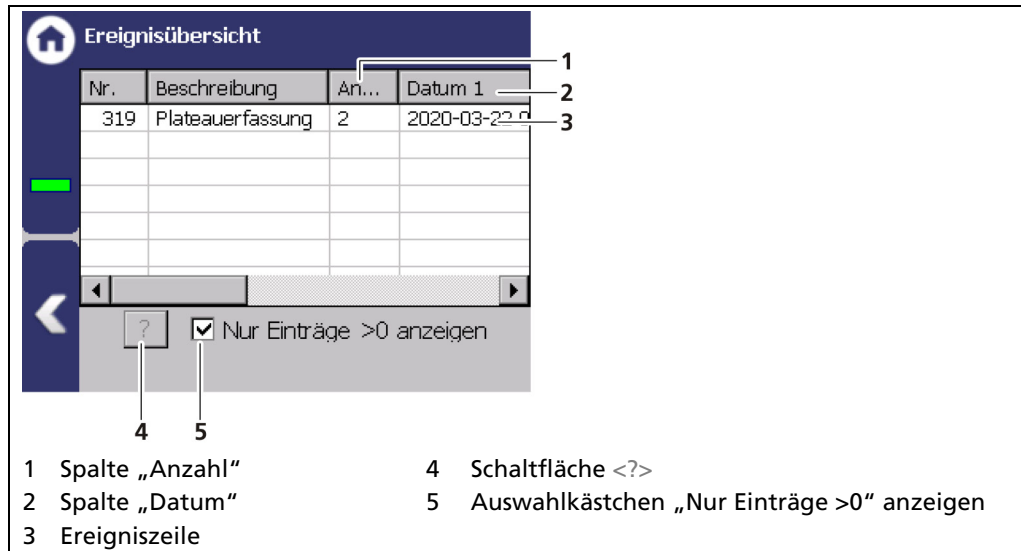

Abb. 59 Ereignisübersicht
1. Klicken Sie eine Zeile in der Liste (Abb. 59, Pos. 3) an.
2. Klicken Sie auf <?> (Abb. 59, Pos. 1)
3. Mit der Schaltfläche <Schließen> (Abb. 59, Pos. 7) schließen Sie die Ereignisbeschreibung.
- Mit der Schaltfläche <Ereignislog löschen> (Abb. 59, Pos. 2) werden alle Ereignisse unwiderruflich gelöscht.